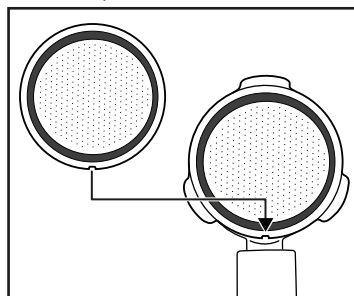

Fig. 1
- 1) Remplissez d'eau le réservoir à eau ❹.
- 2) Placez le grand filtre ❺ ou le petit filtre espresso ❻ dans le porte-filtre ❸.
- Veillez à ce que la petite encoche sur le grand filtre à espresso ❺ ou sur le petit filtre à espresso ❻ soit placée lors du positionnement au-dessus de l'encoche sur le porte-filtre ❸ (voir figure 1).